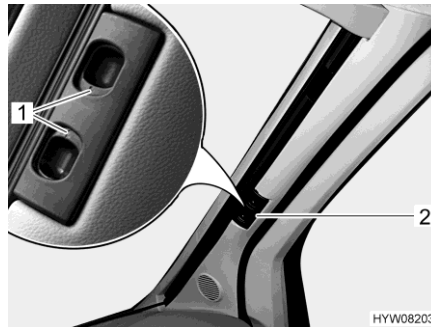

Fig. 18 Tendina oscurante pieghevole (parabrezza)
- Premere le maniglie di sbloccaggio (Fig. 18,1) e mantenerle premute.
- Tirare la tendina oscurante pieghevole del parabrezza per la maniglia (Fig. 18,2) verso il centro della finestra.
- Spingere verso l'esterno le due metà della tendina oscurante pieghevole del parabrezza per la maniglia (Fig. 18,2) fino all'arresto.
- Rilasciare le maniglie di sbloccaggio (Fig. 18,1) e mantenerle innestate.